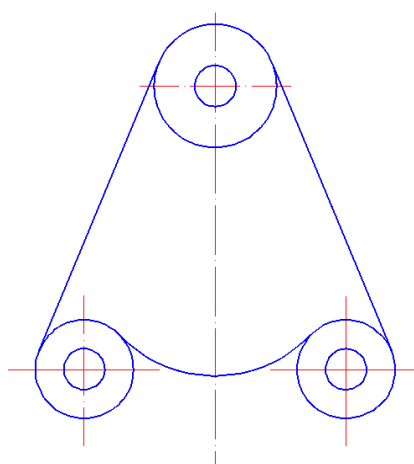

Рис. 76. Построение сопряжения
3.9. Выполнить сопряжение радиусом 65 мм двух нижних окружностей с помощью команд **Рисование** → **Сопряжение**. При этом изменить радиус и режим обрезки с помощью опций команды (см. подр. 3.2.9 и рис. 76).